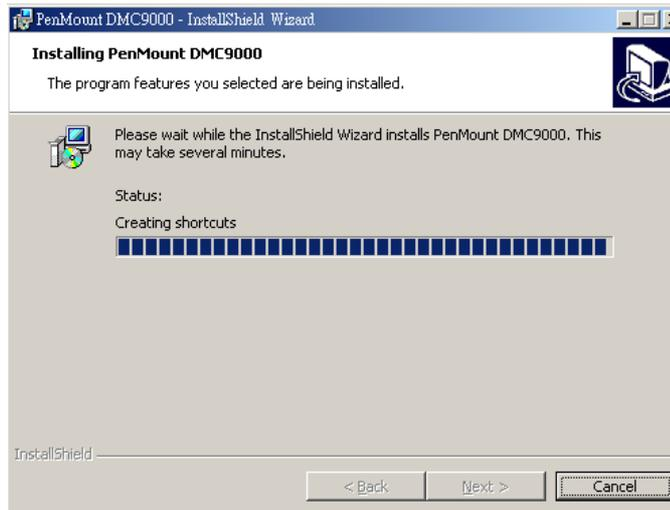

Abbildung 7-27: TS Treiber-Installationsfortschritt
Schritt 6: Klicken Sie auf **Install**, um mit der Installation fortzufahren. Der Installationsfortschritt wird durch den Fortschrittsbalken in **Abbildung 7-27** angezeigt.